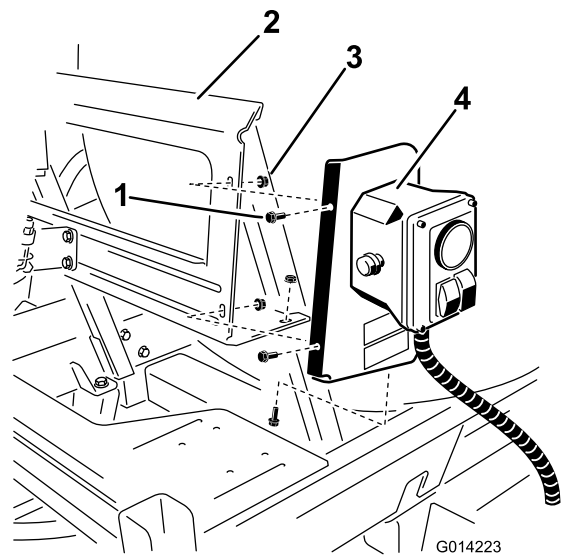

Bild 6
2. Befestigen Sie die Teile mit drei Schrauben (1/4 x 5/8 inch) und drei Sicherungsmuttern (1/4 Zoll) an der Befestigungshalterung, wie in Bild 6 dargestellt.